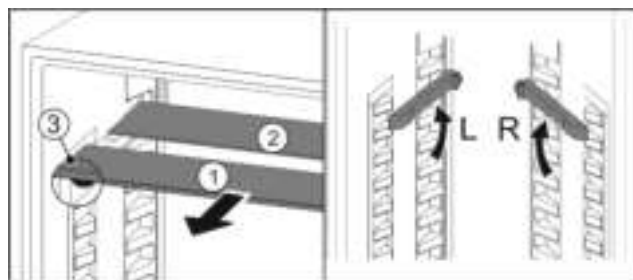

Fig. 18
- Glasplaten afzonderlijk vanaf de voorkant eruit trekken Fig. 18 (1).
- ▷ Glasplaat Fig. 18 (1) met de uittrekaanslagen bevindt zich aan de voorkant.
- ▷ Aanslagen zijn naar onder gericht Fig. 18 (3). Apparaten met vriesvak.\*